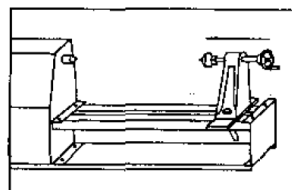

Bild 1
1. Flytta dubbdocka intill drivchucken (enligt bild 1)